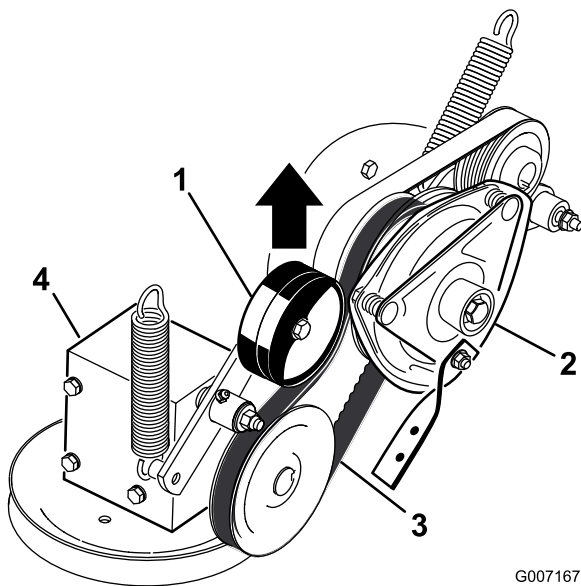

Figura 61
4. Tire hacia arriba de la polea tensora a resorte de la correa de la toma de fuerza, y retire la correa de la polea del embrague (Figura 61).
16. Tire hacia arriba del brazo tensor tensado con muelle de la correa de la toma de fuerza, e instale esta en la polea del embrague (Figura 61).